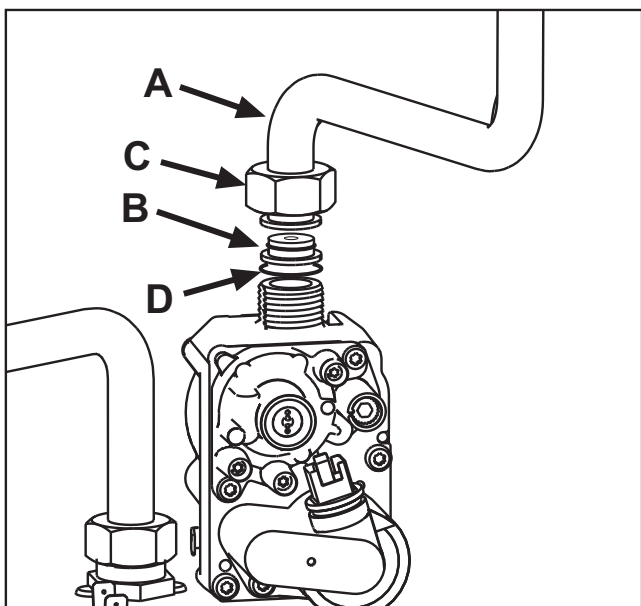

fig. 23
3. Desfaceți piulița **C** și scoateți tubul de gaz **A** de pe valva de gaz (vezi fig. 23).
4. Înlocuiți duza **B** introdusă pe tubul de gaz cu cea aflată în kitul de transformare, interpunând garnitura **D** (vezi fig. 23).